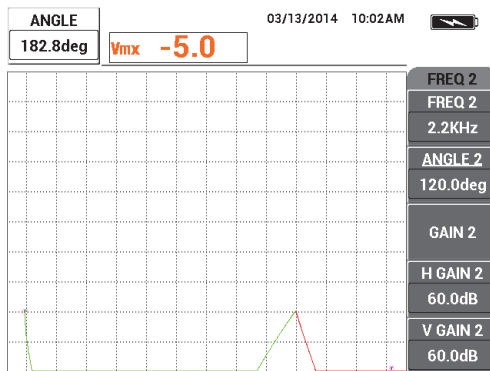

図 5-116 位相値の調整
5. その位置にプローブを置いた状態で、位相キー（) を押し、信号ができる限り水平になるまで（垂直 20%）位相を調整します（212 ページの図 5-116 を参照）。